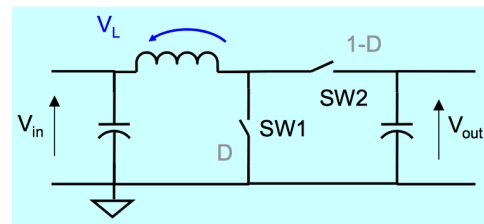

Figura 31: Regolatore Boost
**Boost** Molto simile al buck, ma scambia  $SW1$  con l'induttanza mentre  $SW2$  viene realizzato con un diodo. In generale  $V_{OUT} > V_{IN}$ . (Figura 31)